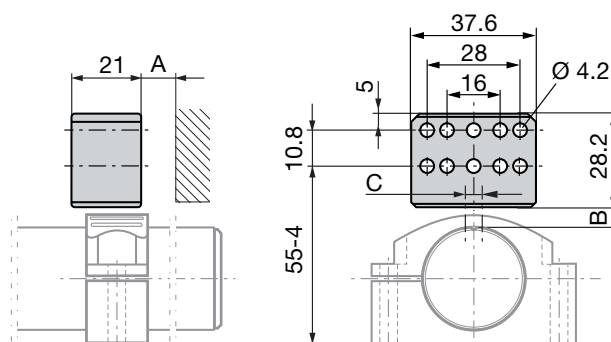
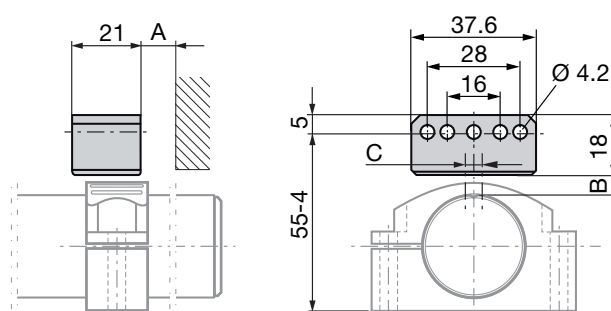

Fig. 5-1: Cotes et distances avec capteur de position BTL6-A-3800-2
Fig. 5-2: Cotes et distances avec capteur de position BTL6-A-3801-2
- La distance A entre le capteur de position et les pièces, qui sont constituées en matériau magnétisable, doit être d'au moins 10 mm (voir Fig. 5-1 et Fig. 5-2).
- Respecter les valeurs suivantes pour la distance B entre le capteur de position et le BTL et pour le déport C (voir Fig. 5-1 et Fig. 5-2) :
Tab. 5-1: Distance et déport pour capteur de position (voir Fig. 5-1 et Fig. 5-2)